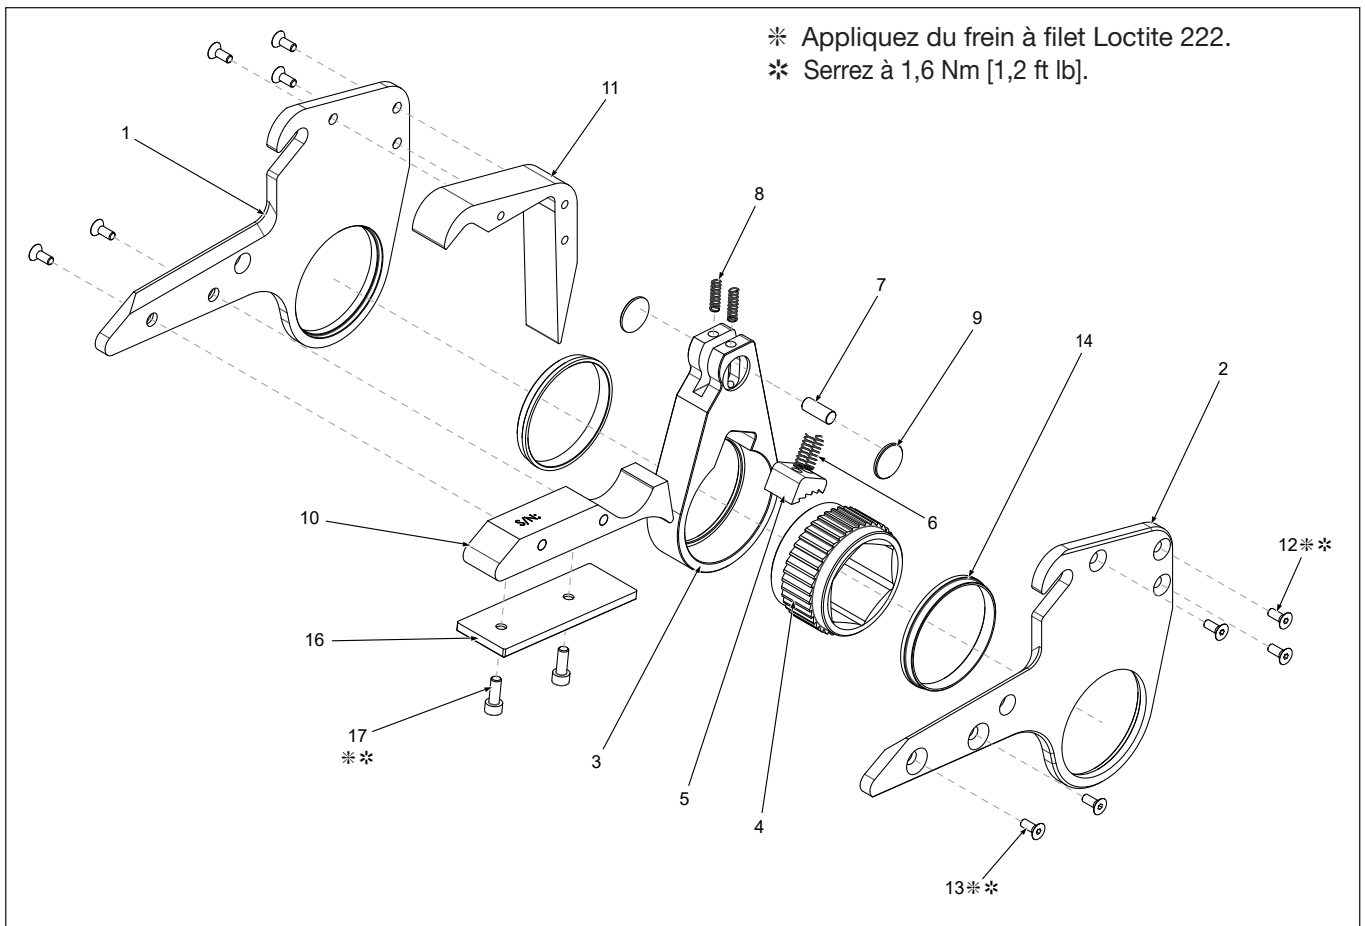

Figure 20 : vue éclatée de la cassette HLP de la clé HMT
7.3.3 Démontage et remontage de la cassette HLP de la clé HMT (figures 20 et 21)
- Placez la cassette HLP sur le côté, retirez les trois vis de l'entretoise avant (12), les deux vis du bloc de réaction (13) et une des vis de la plaque latérale de la cassette HLP (1 ou 2).
- Séparez la douille de la roue à cliquet (14). La plaque d'entraînement peut être retirée de la cassette. Retirez délicatement les deux ressorts de compression (8) de la plaque d'entraînement et mettez-les de côté.
- Retirez la roue à cliquet (4), le cliquet (5) et les ressorts du cliquet (6).
- Dégagez les deux fixations de la goupille d'entraînement (9) et faites sortir la goupille d'entraînement (7) de la plaque d'entraînement (3).
- Sur la plaque restante, retirez les trois vis de l'entretoise avant (12) et les deux vis du bloc de réaction (13) et séparez l'entretoise avant (11) et le bloc de réaction (10) de la plaque latérale de la cassette HLP restante (1 ou 2).
- Démontez le bloc de réaction en retirant les deux vis d'assemblage à tête ronde creuse (17) et retirez la plaque d'usure (16) de l'entretoise du bloc de réaction (10).
- Séchez tous les composants. Appliquez une fine couche de graisse au bisulfure de molybdène aux emplacements indiqués sur la figure 20.